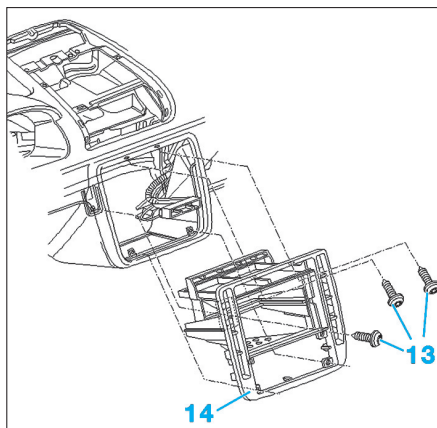

Fig. 11
- Retirer ensuite le boîtier de diffuseur (12) du tableau de bord dans le sens de la flèche (B).
- Déposer les trois vis (13) et extraire le support (14) (Fig.11).